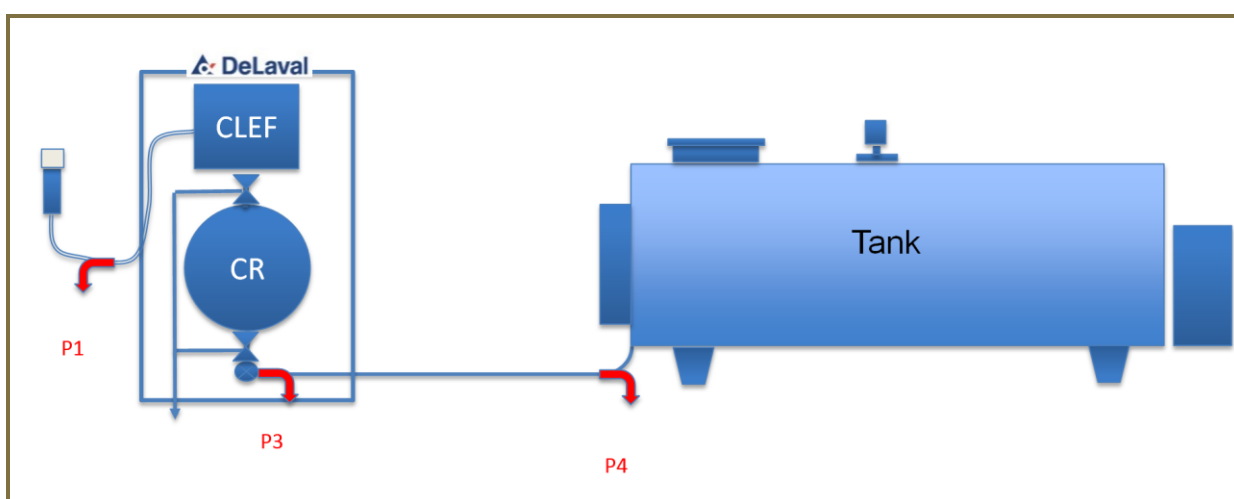

Fig. 1 : Schéma de localisation des 3 points de prélèvement, P1, P3 et P4 en cas de robot **DeLaval**
- **Positionnement des dispositifs de prélèvement** de lait (modèles « bas débits », photo 1) sur le circuit de lait (fig. 1 et 2) :